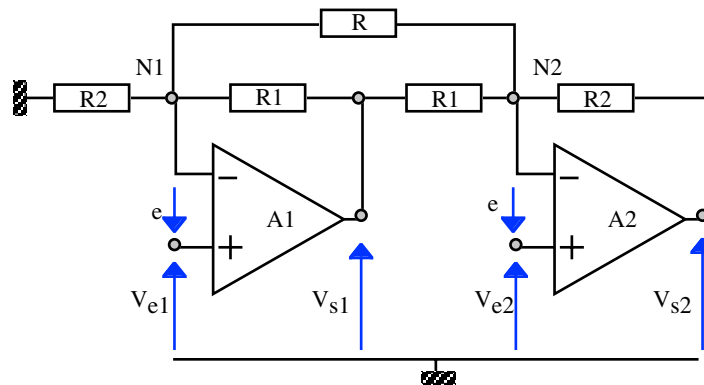

Figure 5
- 5) On considère le montage de la figure 5. En écrivant l'équation aux nœuds N_1 et N_2 , écrire l'expression de la tension de sortie v_{s2} en fonction des tensions d'entrées v_{e1} et v_{e2} . On utilisera de préférence les conductances. Quelle est la fonction réalisée par ce montage ?